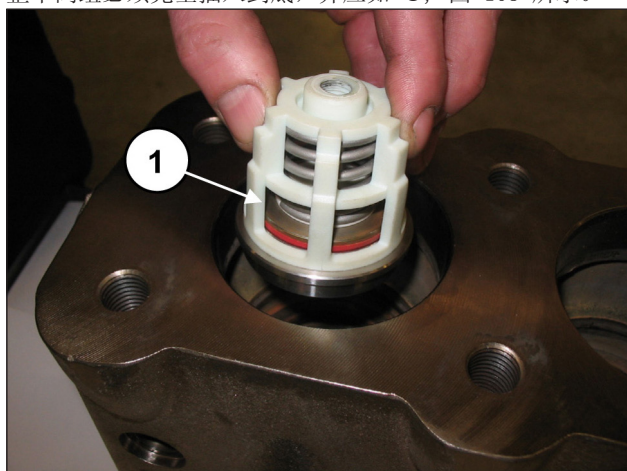
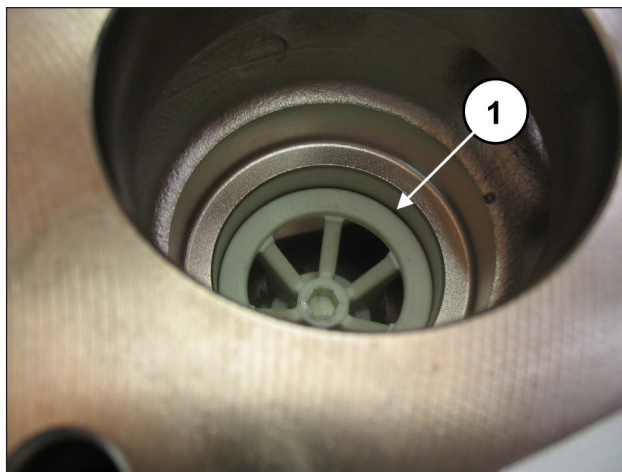

图 104
图 105
插入吸入阀组（位置①，图 104）接着拆除定距块（位置①，图 105）。
整个阀组必须完全插入到底，并应如 ①，图 105 所示。